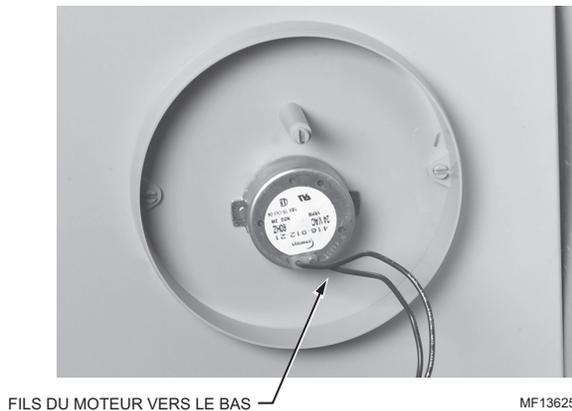

Fig. 21. Installation de la plaque du moteur.
3. Installer la plaque du moteur sur le côté opposé du boîtier de l'humidificateur, les fils vers le bas. Voir la figure 21.